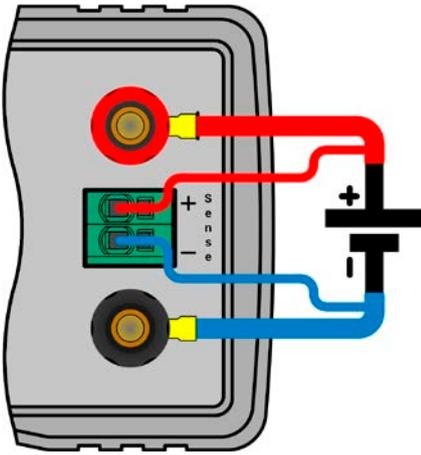

Bild 12 - Prinzip der Fernfühlungsverdrahtung
- Die Fernführung ist nur im Konstantspannungsbetrieb (CV) wirksam und der Fernführungsanschluß sollte möglichst nur solange angeschlossen bleiben, wie CV benutzt wird, weil die Schwingneigung des Systems durch Verbinden der Fernführung generell erhöht wird.
- (+) Sense darf nur am (+) der Quelle und (-) Sense nur am (-) der Quelle angeschlossen werden. Ansonsten könnte die elektronische Last beschädigt werden. Siehe auch *Bild 12*.